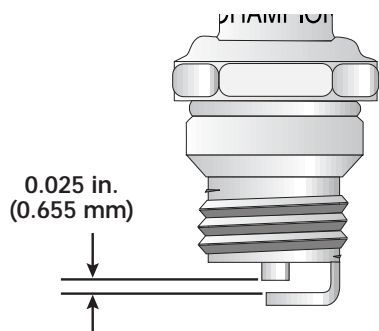

Fig. 47
3. Remplacez toute bougie fendillée, encrassée ou sale. Réglez l'écartement à 0,655 mm (0,025 po) à l'aide d'une jauge d'épaisseur (Fig. 47).